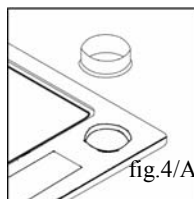

fig.4/A
## **Montaggio del coperchio** fig.4
- Fissare le cerniere (A) al coperchio (fig. 4)
- Inserire la maniglia (B) sul coperchio (nella parte centrale frontale) facendo pressione su di essa dall'alto verso il basso (fig. 4).
## **Montaggio del collarino scarico fumi** fig.4/A
Prelevare il collarino scarico fumi situato nel vano forno e appoggiarlo sulla relativa sede presente sulla piastra. vedi foto fig.4.